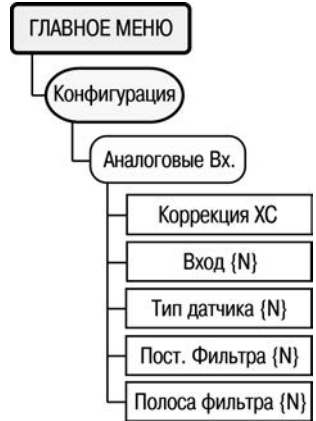

Рисунок 6.5
6.7.3 Для настройки аналоговых входов предназначен пункт меню «//Конфигурация/Аналоговые Вх.» (рисунок 6.5).